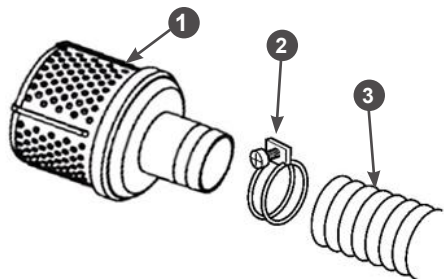

Рис. 10 Установка всасывающего фильтра
- Наденьте до упора всасывающий рукав 3 на патрубок всасывающего фильтра 1 и затяните его хомутом 2 (Рис. 10).